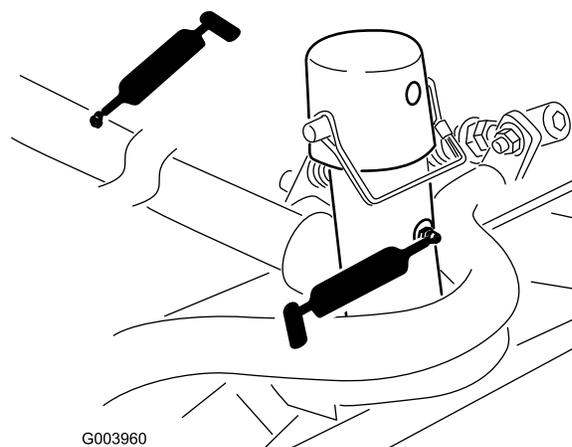

Рисунок 64
- Несущая рама и ось поворота режущего блока (по 2 шт.) (Рисунок 64)